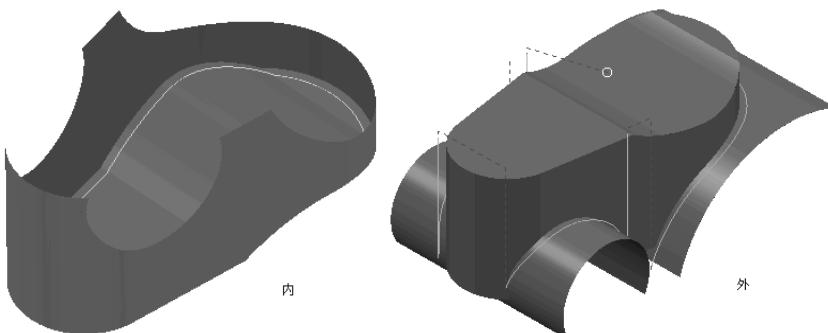

图 2-206 曲面侧示意图
(1) 驱动曲线 用于确定哪一张或哪一组曲面将用于计算刀具路径，包括以下选项：
**【曲面侧】：**用于确定轮廓刀具路径是在曲面外侧还是在内侧，该选项包括“外”和“内”2个选项，如图 2-206 所示。